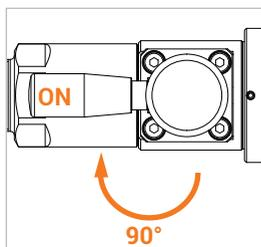

Abbildung 2
- ▶ Schalten Sie den Handhebel (Pos. 3) des Schaltventils zum Öffnen um 90° in die ON-Position (*Abbildung 2*).